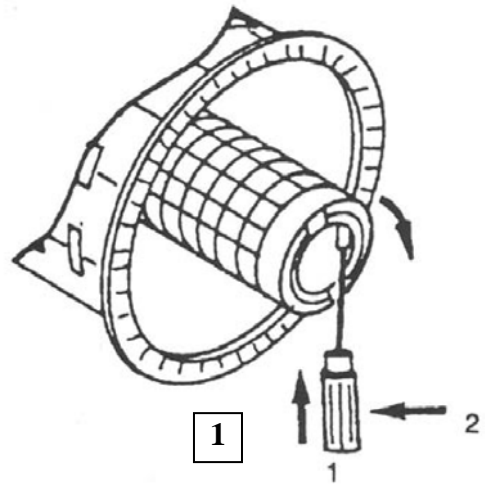

Fig. 11 Ouverture du dispositif d'extraction (modèle B)
- Extraire le dispositif d'extraction de l'élément secondaire de l'intérieur vers l'extérieur avec un outil adéquat (tel qu'un tournevis) et tirer sur les deux attaches vers le haut (voir Fig. 11). **N'ouvrir le dispositif d'extraction que pour changer l'élément secondaire.**